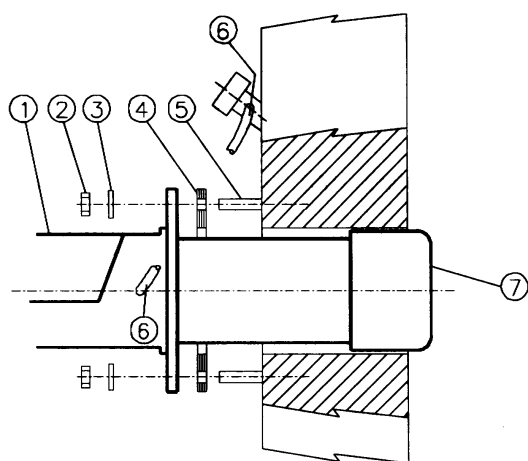

Fig. 1
- 2 avvitare i prigionieri (5) sul portellone della caldaia, secondo la dima di foratura descritta al par. "Dimensioni di ingombro";
- 8 fissarlo con i dadi ai prigionieri della caldaia secondo lo schema riportato in Fig. 1.